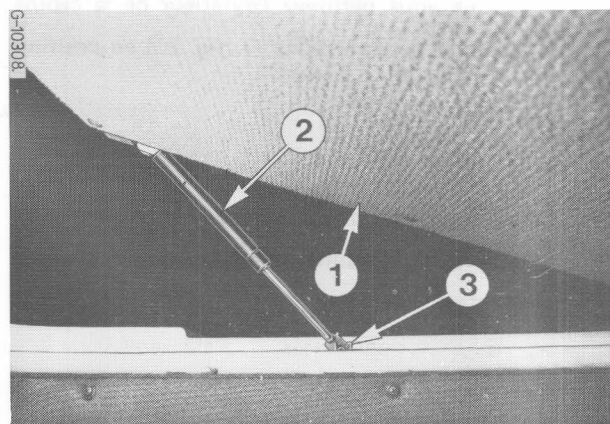

Figure 19 - Panneau de toit ouvrant.
En cas d'urgence, poussez les vérins (2, fig. 19) hors des fixations (3) et ouvrez complètement le panneau.